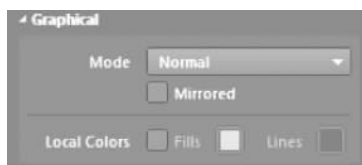

图 3-64 镜像放置晶体管
- ① 双击需要镜像放置的晶体管, 打开其配置界面。
- ② 如图 3-64 所示, 在该界面下选中 Mirrored 复选框, 则可以镜像放置晶体管。